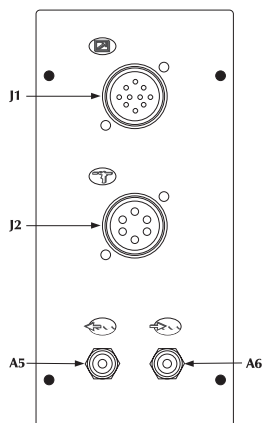
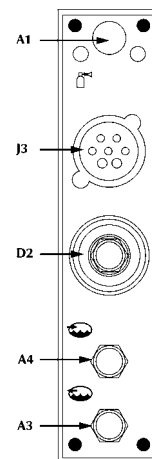
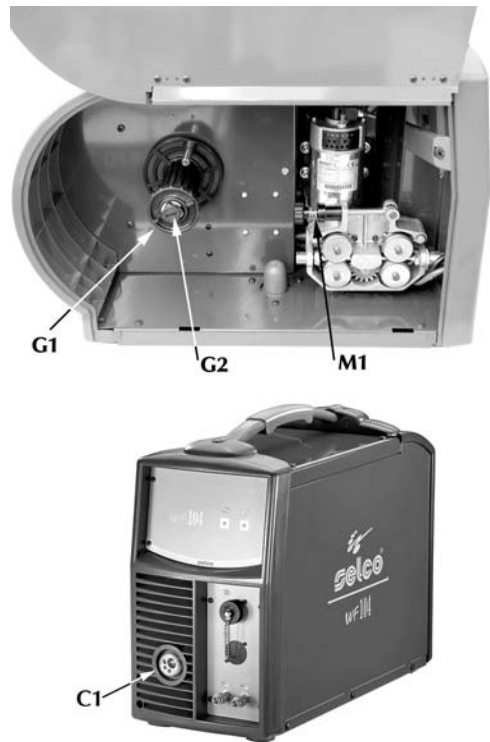

Abb. 8
Abb. 9
Abb. 10 Detail des beweglichen Wagens
- Das Kabelbündel an der Steckerbuchse D2 / J3 (Abb. 9) und die Schläuche der Kühlflüssigkeit, falls benutzt, an den Steckerbuchsen A3 / A4 anschließen.
- Den Gasschlauch mit dem hinteren 1/4" Anschluss verbinden (Abb. 9).
- Die Nutmutter (G1 Abb. 9) von der Haspel der Drahtspule abschrauben und die Spule einfügen. Auch den Metallzapfen der Haspel in seinen Sitz einfügen, die Nutmutter (G1) wieder in ihre Stellung bringen und die Kupplungsschraube (G2 Abb. 10) regulieren.
- Das Zuglager des Getriebemotors (M1 Abb. 10) entriegeln und das Drahtende in die Drahtführungsbuchse stecken und auf der Rolle bis zum Brenneranschluss führen. Das Zuglager (M1) blockieren und kontrollieren, ob sich der Draht in der Rille der Rollen befindet.
- Den Brenner komplett mit Mantel in den Zentralanschluss (C1 Abb. 10) stecken und die Nutmutter ganz anschrauben. Falls es sich um einen wassergekühlten Brenner handelt, die Auslass- und Rücklaufschläuche mit den Anschlüssen (A5-A6 Abb. 8) verbinden.